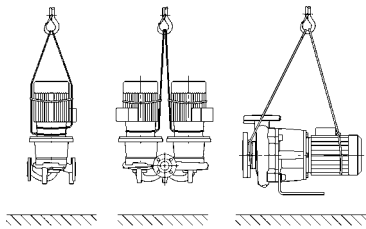

рис. 4: Стрповка насоса
- Проушины для транспортировки на моторе служат при этом только для задания направления при захвате груза (рис. 4).